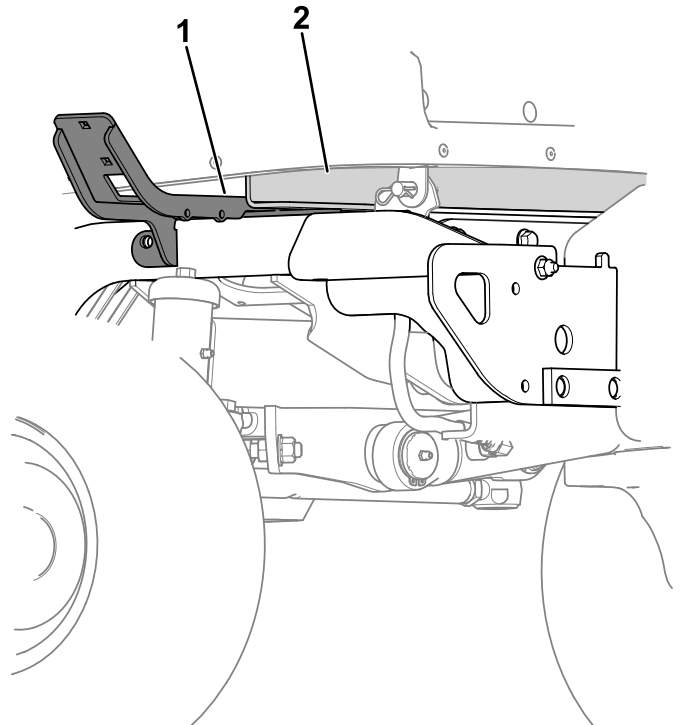

Figure 16
2. Soulevez légèrement le support de la batterie et insérez les supports de montage gauche et droit entre le support de la batterie et le cadre tubulaire (Figure 16).